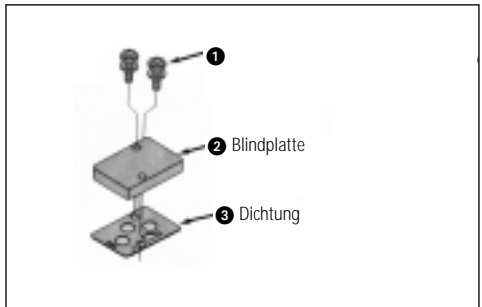

Abb. 11
Blindplatte montieren (Abb. 11)
- Blindplattendichtung ③ (Abb. 11) einsetzen.
- Blindplatte ansetzen ② (Abb. 11).
- Befestigungsschrauben für Blindplatte ① (Abb. 11) einsetzen.